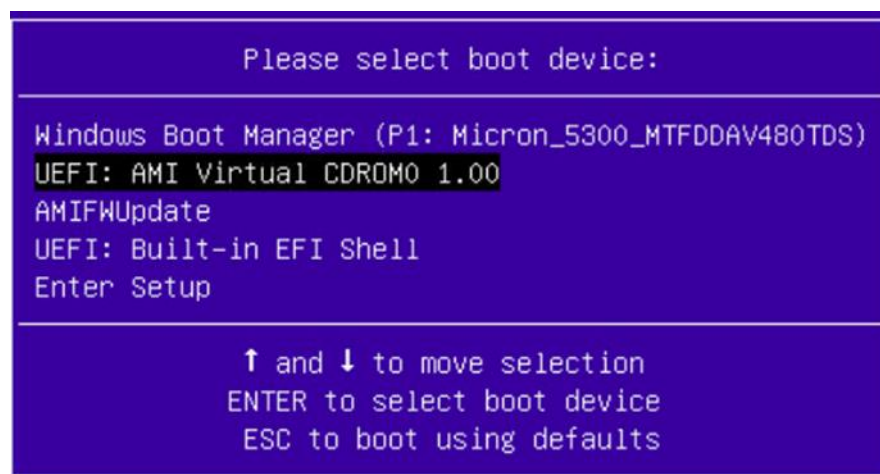

Рисунок 53 – Окно выбора загрузки ОС
- выберите «AMI Virtual CDROM0» в загрузочном меню (см. Рисунок 53).